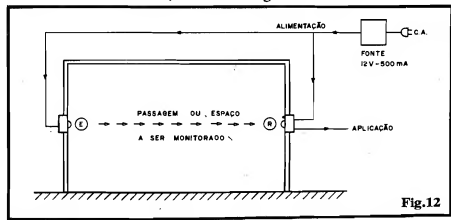

Fig. 12
- FIG. 12 - INSTALAÇÃO BÁSICA/ALINHAMENTO - Uma barreira é... uma barreira! Por óbvias razões, deve ser estabelecida ou colocada onde, paradoxalmente **possa mas não deva** ser rompida! Partindo disso, fica claro o método de instalação da BIVEP, ilustrado na figura: de um lado temos o BIVEP-E, e do outro o BIVEP-R, opticamente alinhados, de modo que o feixe de infra-vermelho se comporte como um "barbante esticado", protegendo a passagem ou espaço a ser controlado! Não esquecer de "puxar" as convenientes linhas de alimentação, que devem trazer os 12 VCC para energização do sistema... Graças à presença do LED piloto no BIVEP-R, "achar" o alinhamento não é difícil, uma vez que o dito LED (estando ambos os módulos devidamente alimentados...) apenas **acenderá** quando o dito (e importante) alinhamento for obtido! Fixados os módulos, um teste elementar deve ser feito: basta andar "através" da barreira, observando, ao mesmo tempo, o LED piloto (que apagará quando o feixe infra-vermelho for interrompido...). Os valores dos componentes internos do BIVEP-R proporcionam uma pequena temporização, de modo que o novo "acendimento" do LED, assim que a integridade da barreira é recomposta, pode demorar um segundo ou dois...